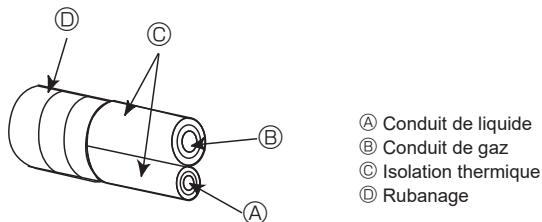
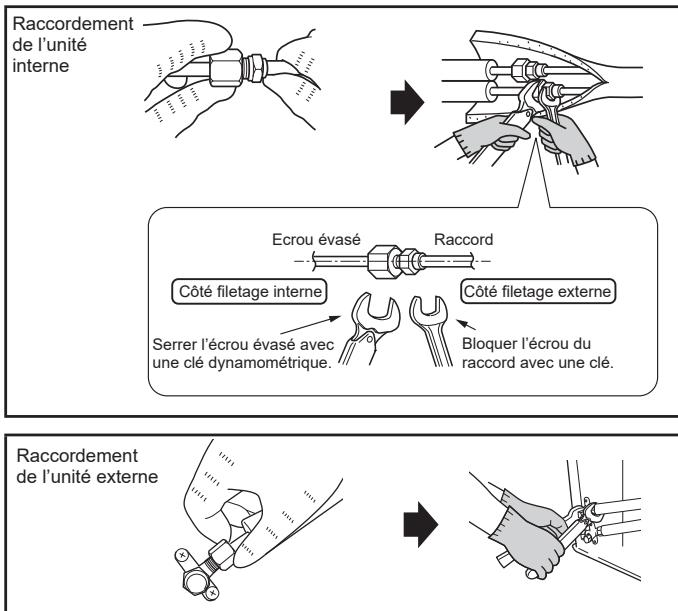

Fig. 4-4
Fig. 4-5
4.3. Connexion des tuyaux (Fig. 4-4, Fig. 4-5)
(A) (Fig. 4-5)